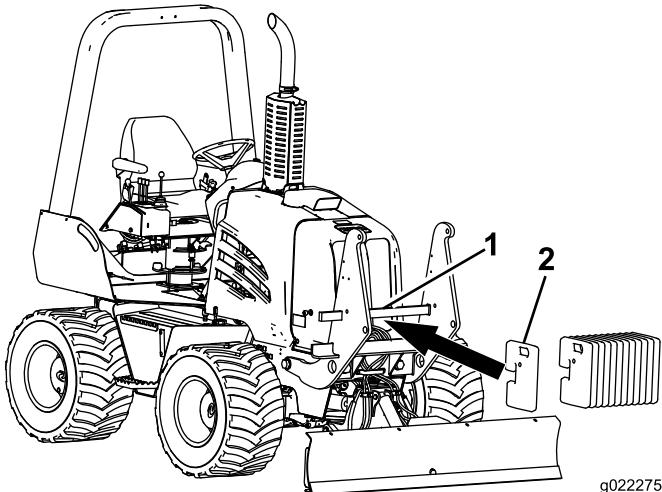

Figure 3
1. À l'aide du matériel de levage, soulevez et installez un ou plusieurs contrepoids sur le cadre de montage; voir Figure 3.